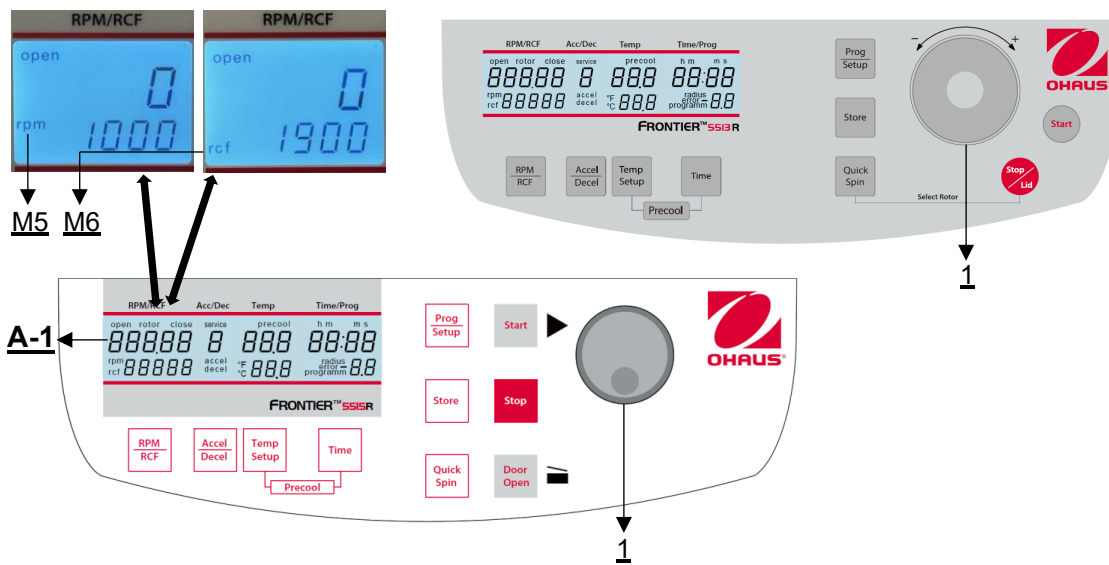

Figura 12
La preselección se activa mediante la tecla **"RPM | RCF"** (3) (véase la **figura 12**). Pulsando una vez la tecla parpadea la palabra **"rpm"** (M5). Pulsando la tecla dos veces, se puede seleccionar la preselección de las fuerzas centrífugas. A continuación aparece la palabra **"rcf"** (M6) parpadeando. Puede ajustar los valores deseados con el botón de ajuste / rueda táctil (1). En la pantalla (A-1) se muestra permanentemente el valor regulado, antes, durante y después de la marcha.